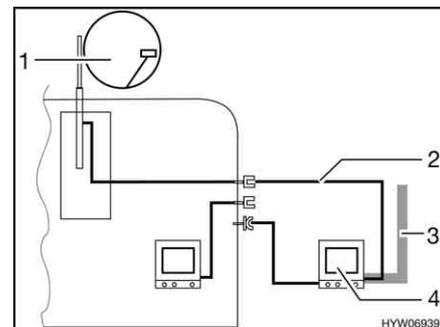

Fig. 177 TV nella tenda veranda
- TV nella tenda veranda (Fig. 177,4): Collegamento all'antenna del tetto (Fig. 177,1) con cavo di collegamento (Fig. 177,2)
- TV nella tenda veranda (Fig. 177,4): Collegamento a antenna esterna (Fig. 177,3)